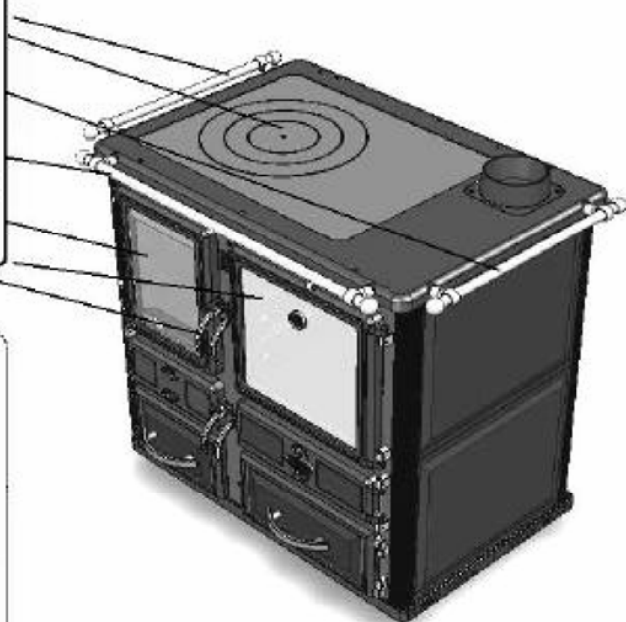

fig.4.3.2
4.4.1 Encendido (Fig. 4.3.2 pos. A)
4.4.3 Calefacción – cocina con horno a alta temperatura H.T. (Fig. 4.3.2 pos. C)